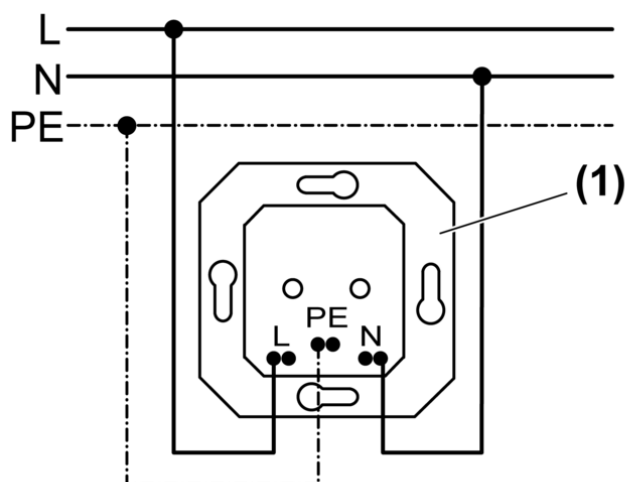
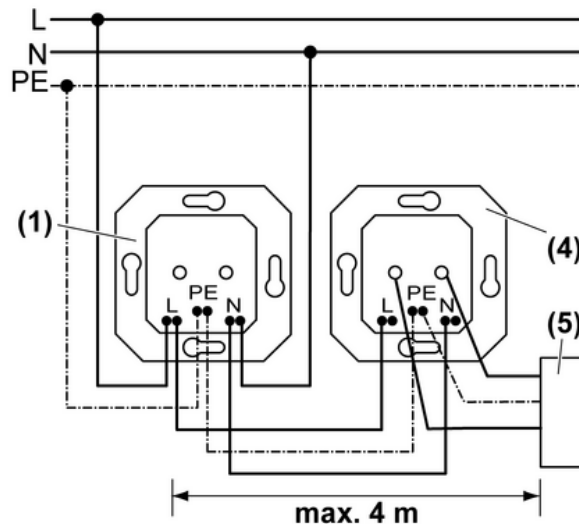

Figura 2: Schema di collegamento presa singola
Figura 3: Schema di collegamento presa combinata
- (1) Presa di protezione contro le sovratensioni
- (4) Presa modello normale
- (5) Consumatore
- Collegare la presa di protezione contro le sovratensioni secondo lo schema di collegamento presa singola (figura 2) o lo schema di collegamento presa combinata (figura 3).